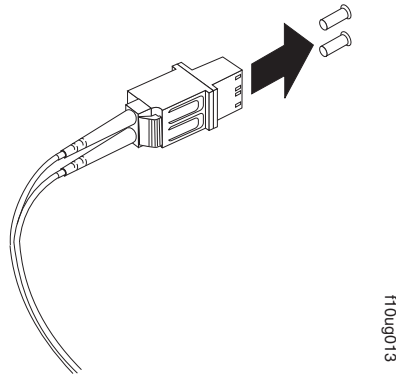

図 38. LC-SC ケーブル・アダプターの保護キャップの取り外し
3. 図 38 に示すように、LC-SC ケーブル・アダプターの LC コネクター側の端から 2 つの保護キャップを取り外します。将来の利用のために、保護キャップを保存しておきます。